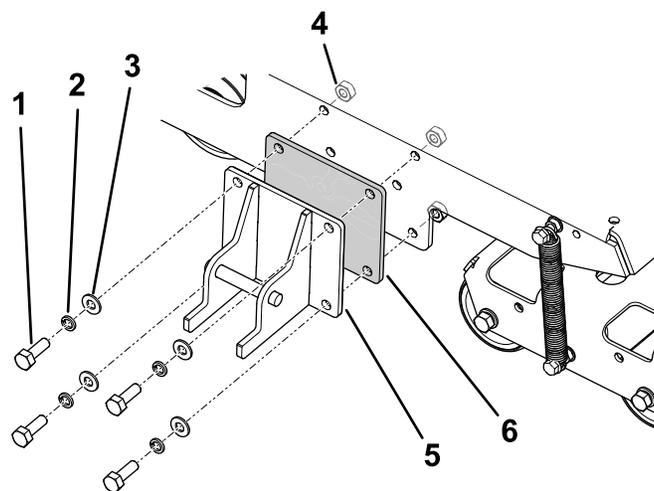

Figura 1
2. Alinhe o calço como se mostra na Figura 1.